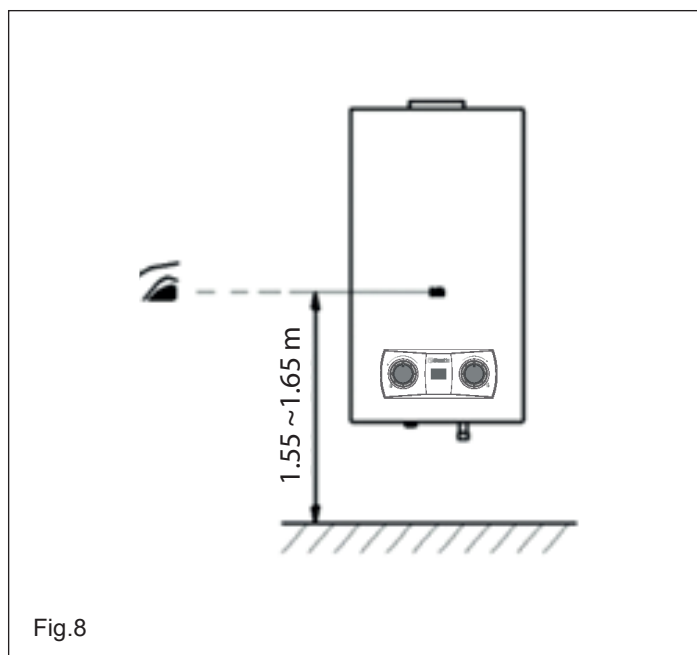
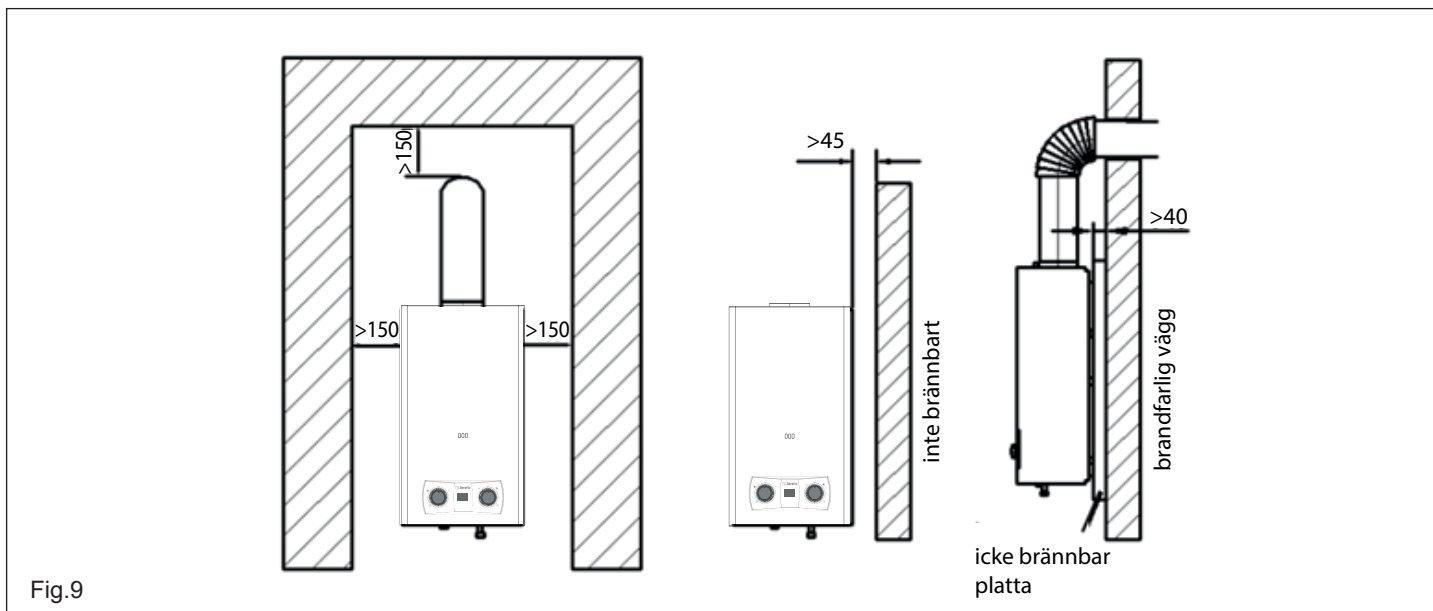

Fig.8
Fig.9
- Apparatsens fönster för kontroll av lågan måste vara i ögonhöjd ca 1,55 m-1,65 m över golvet. (Fig.8). Apparaten måste hålla vissa avstånd till angränsande föremål, oavsett om de är brandfarliga eller flamskyddade i händelse av brand (Fig.9).
- Håll ett säkerhetsavstånd på minst 300 mm från fönstret för kontroll av lågan (fig. 8) under tändningen.